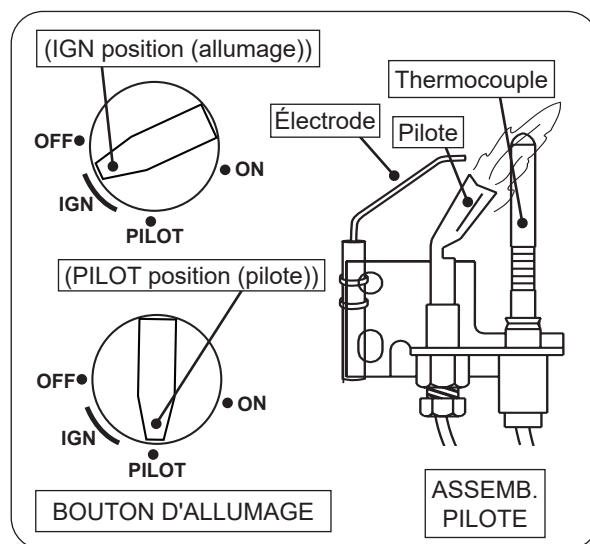

Fig. 50-1 Éclairage pilote
3. Localisez l'assemblage de la veilleuse sur le côté ou à l'arrière du bac du brûleur (voir Fig. 50-1).
5. Tout en maintenant le bouton enfoncé, tournez le bouton de commande dans le sens antihoraire vers **PILOT** (pilote) jusqu'à ce que vous entendiez un clic (l'allumeur piézo-électrique s'activera et allumera la veilleuse). Continuez à maintenir le bouton enfoncé pendant environ une (1) minute après l'allumage de la veilleuse. Relâchez le bouton et il ressortira. La veilleuse restera allumée. Voir la Fig. 50-1. S'il s'éteint, répétez les étapes 2 à 5.